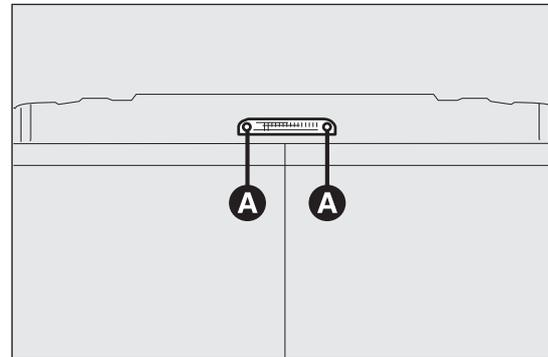

Abb. 204
- die beiden Befestigungsschrauben A Abb. 204 herausdrehen,